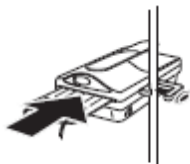

Figura 4
2. Deslice el casete de calentamiento en la ranura de la unidad de calentamiento. El casete de calentamiento solo cabe de una manera en el dispositivo (vea la Figura 4).